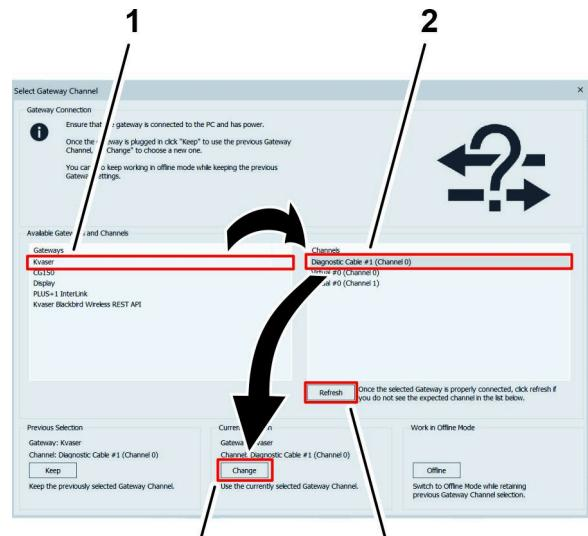

Figura 40
10. No ecrã Select Gateway Channel, clique na opção Kvaser da lista de Gateways (Figura 40).
11. No menu Channels, clique na opção Diagnostic Cable (Figura 40).
Nota: Se uma opção de cabo de diagnóstico não for apresentada no menu Channels, verifique se o cabo Toro Diag está ligado na porta USB do computador, clique em Refresh (Figura 40) no ecrã Select Gateway Channel, e clique na opção Diagnostic Cable.
12. Clique em CHANGE por baixo de Current Selection (Figura 40).